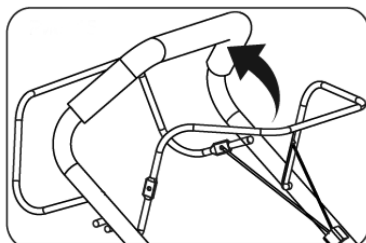

Рис. 15
3.левой рукой нажмите и удерживайте рычаг останова двигателя (Рис. 15).
2. Нажмите и удерживайте рычаг останова двигателя (Рис. 15).